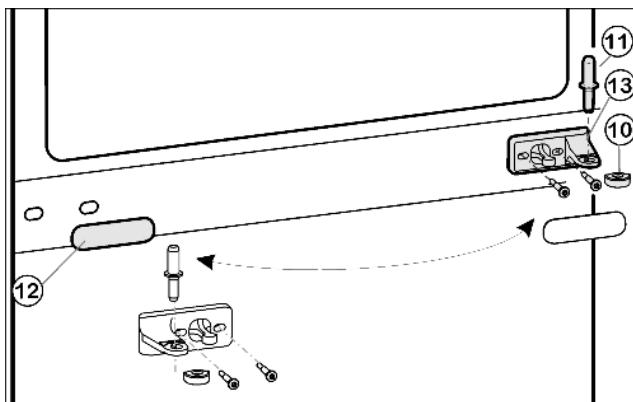
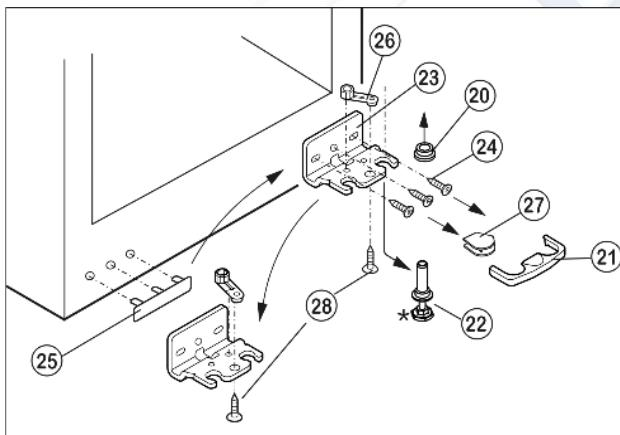

Fig. 5
Fig. 6
- ▶ Вытащите из опорного кронштейна и нижней дверцы средний опорный палец Fig. 5 (11).
- ▶ Пластмассовый колпачок Fig. 5 (10) снимите.
- ▶ Снимите средний опорный кронштейн Fig. 5 (13).
- ▶ Осторожно снимите накладку Fig. 5 (12).
- ▶ Открутите средний кронштейн Fig. 5 (13) и прикрутите его с поворотом на 180° на новую сторону шарнира **с усилием мин. 4 Нм**.
- ▶ Зашелкните накладку Fig. 5 (12), повернув на 180°, на стороне, где теперь будет ручка.
- ▶ Предохранитель Fig. 6 (21) снимите движением вперед.
- ▶ Снимите крышку Fig. 6 (27).*
- ▶ Полностью вверните регулируемую опору Fig. 6 (22).
- ▶ Вытяните опорный палец Fig. 6 (22) вниз и вперёд. При этом следите за гнездом шарнира Fig. 6 (20).
- ▶ Открутите опорный кронштейн Fig. 6 (23)(3 шт. Torx 25 Fig. 6 (24)).
- ▶ Открутите опорную деталь Fig. 6 (26)(1 Torx 25 Fig. 6 (28)) и, переставив в отверстие на противоположной стороне опорного кронштейна, снова прикрутите.
- ▶ Осторожно приподнимите и переставьте крышку Fig. 6 (25) со стороны ручки.
- ▶ Снова прикрутите нижний опорный кронштейн Fig. 6 (23) на новой стороне шарнира при необходимости с помощью аккумуляторного шуруповерта **с усилием мин. 4 Нм**.
- ▶ Установите крышку Fig. 6 (27) на противоположной стороне.*
- ▶ Предохранитель (21) нужно зафиксировать сбоку на кронштейне, чтобы опорный палец и двери были защищены от выпадения.
- ▶ Снова защелкните предохранитель (21) на опорном кронштейне.
- ▶ Наденьте гнездо шарнира Fig. 6 (20).
- ▶ Установите нижнюю дверцу сверху на нижний опорный палец Fig. 6 (22).
- ▶ Снова наденьте пластмассовый колпачок Fig. 5 (10) на средний опорный кронштейн Fig. 5 (13).
- ▶ Вставьте средний опорный палец Fig. 5 (11) на новой стороне шарнира через средний опорный кронштейн Fig. 5 (13) в нижнюю дверцу.
- ▶ Установите верхнюю дверцу на средний опорный палец Fig. 5 (11).
- ▶ При необходимости выровняйте дверцы через два продольных паза в нижнем опорном кронштейне Fig. 6 (23) и среднем опорном кронштейне Fig. 5 (13) параллельно корпусу устройства. Для этого выкрутите средний винт на нижнем опорном кронштейне Fig. 6 (23).